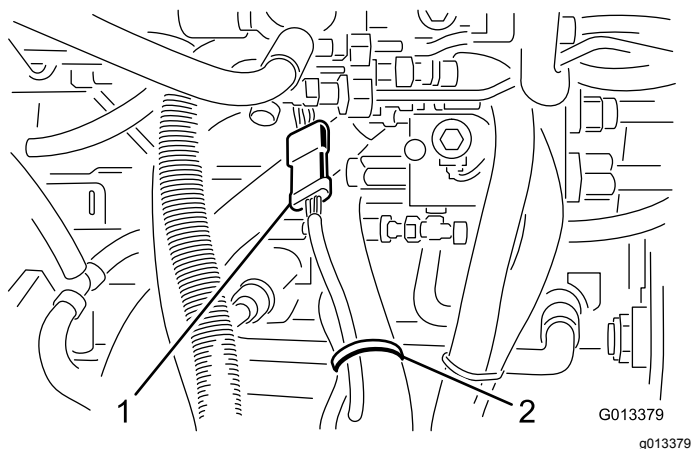

Figura 4
7. Localice y desenchufe el arnés de cables de la unidad de corte del arnés de cables de la unidad de tracción (Figura 4).